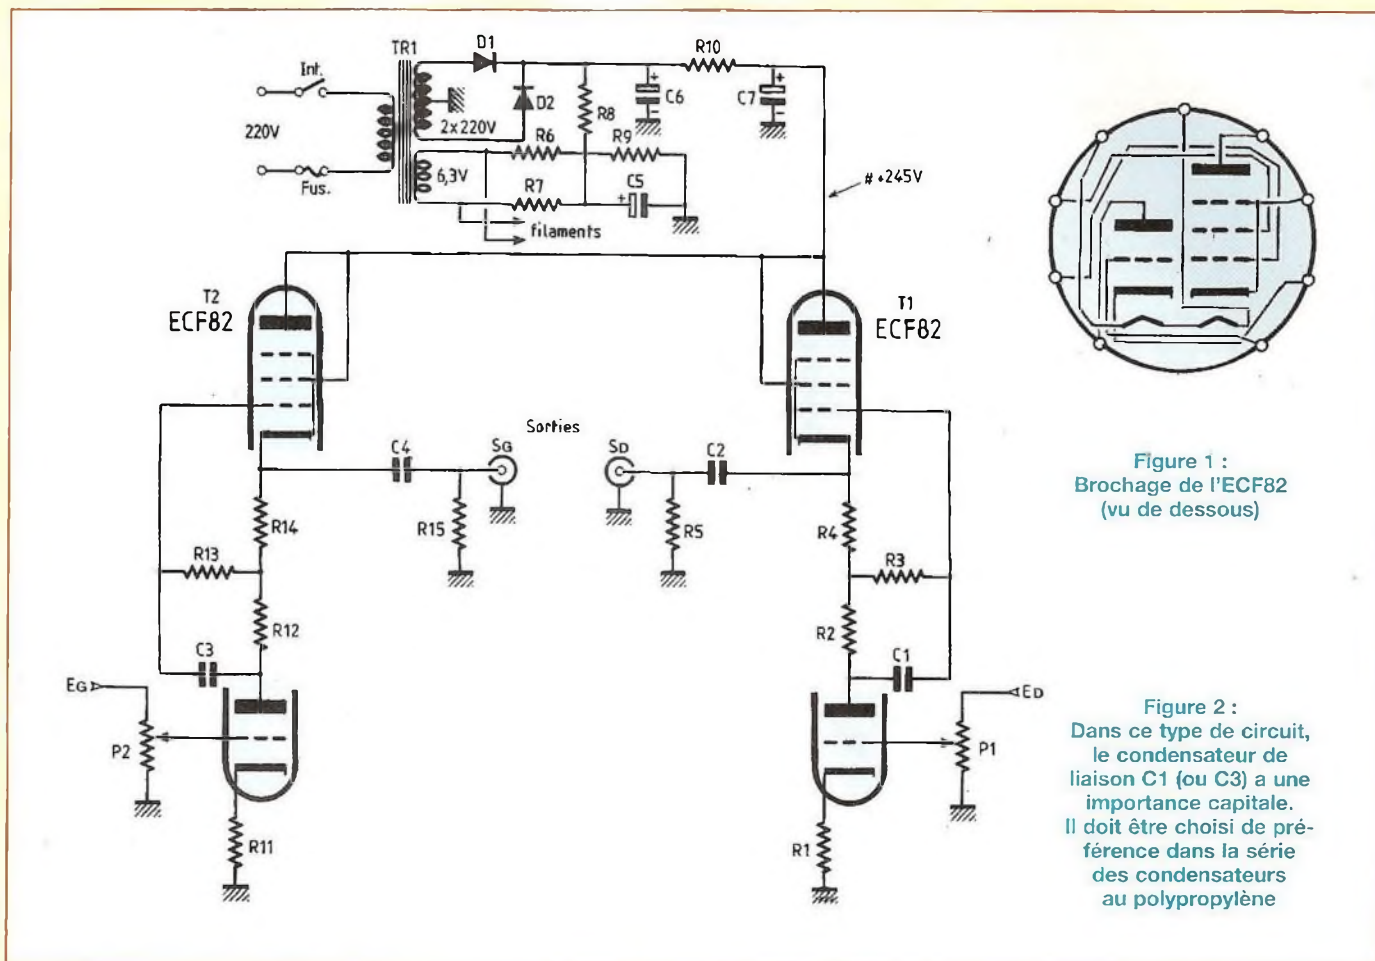

Figure 1 : Brochage de l'ECF82 (vu de dessous)
**L**e tube utilisé est une triode/pentode ECF82 de la série NOVAL qui va simplifier la réalisation (préampli mono tube). Le brochage du culot vu de dessous fait l'objet de la figure 1.